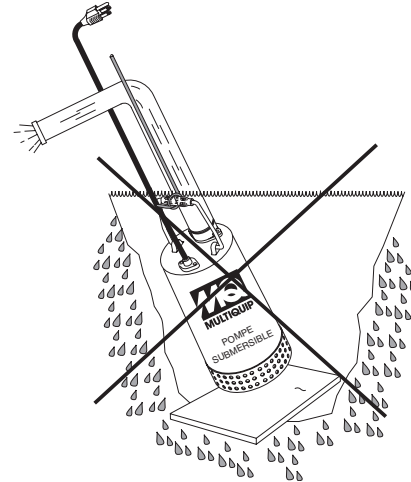

Figure 10. Pompe submersible inclinée (Position incorrecte)
2. S'assurer que la pompe est toujours placée en position verticale et non inclinée (Figure 10). Ne jamais poser la pompe directement sur un sol mou et lâche. Ne pas oublier d'atteindre la capacité de pompage maximale et d'éviter une usure excessive. Positionner la pompe de sorte qu'elle ne s'enfouisse pas dans le sable ou l'argile.